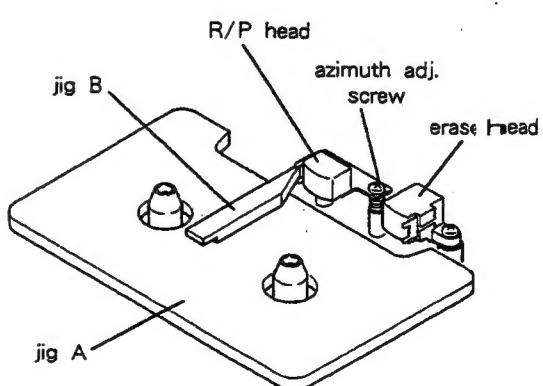

Fig. 2-7
- 1). Set jig A as shown in Fig. 2-7, then set the deck to PLAY mode.
- 5). Play back the 10 kHz signal on test tape MTT-256, then adjust the azimuth adjustment screw (Fig. 2-7) so that the phase difference between the L and R channels is 0°.
- 1). 図2-7のように治具 A をセットし、PLAYモードにする。
- 5). テスト・テープ MTT-256の10kHzを再生して、LchとRchの位相差が 0° になるようにアジャス調整ネジ (図2-7) で調整する。